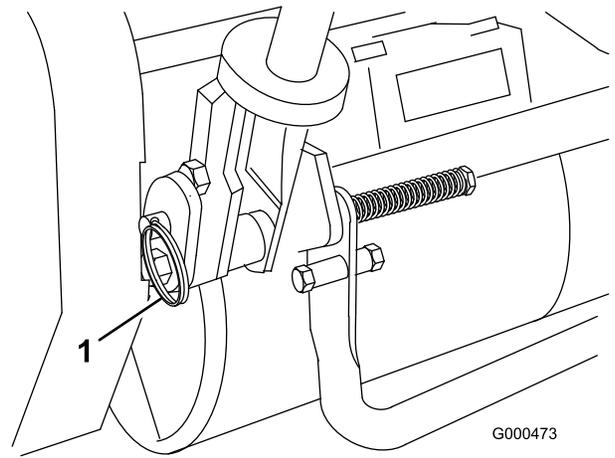

图11
1. 卸下剪草机各侧弹性销上的发卡销 (图11)。
2. 撑住手柄，取下各侧的弹性销，然后将手柄提高或放低到所需的操作位置 (图11)。